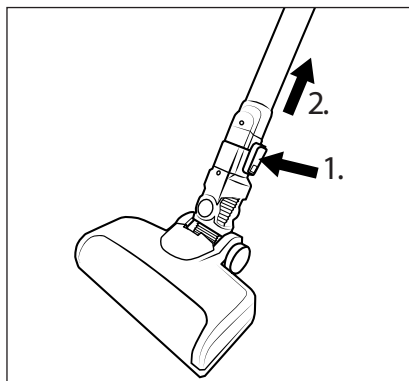

Fig. 12
- ◆ Pentru a îndepărta peria pentru podea ② din aspirator ③, țineți apăsată tasta de deblocare a periei pentru podea ① și trageți țeava de aspirație ③ din peria pentru podea ② (a se vedea fig. 12).